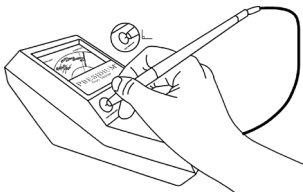

Рис. 1.4
- Прижмите наконечник щупа к диску-имитатору подделки, который расположен слева от индикаторной лампочки (**Рис. 1.4**). Приложите достаточных усилий, чтобы выступающий наконечник полностью вошел внутрь корпуса щупа-ручки. Стрелка-индикатор отклонится и остановится на белой полоске (желательно в центре белой полоски), над которой находится надпись «CAL» («КАЛИБРОВКА»), через 2-3 секунды